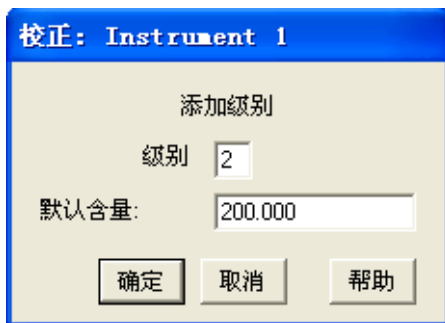

图 10 用来添加新级别的 “校正” 对话框
- 2 打开 “校正” 对话框以添加一个新级别 (请参见图 10):
6 打开“校正”对话框以再添加一个级别（请参见图 10）：